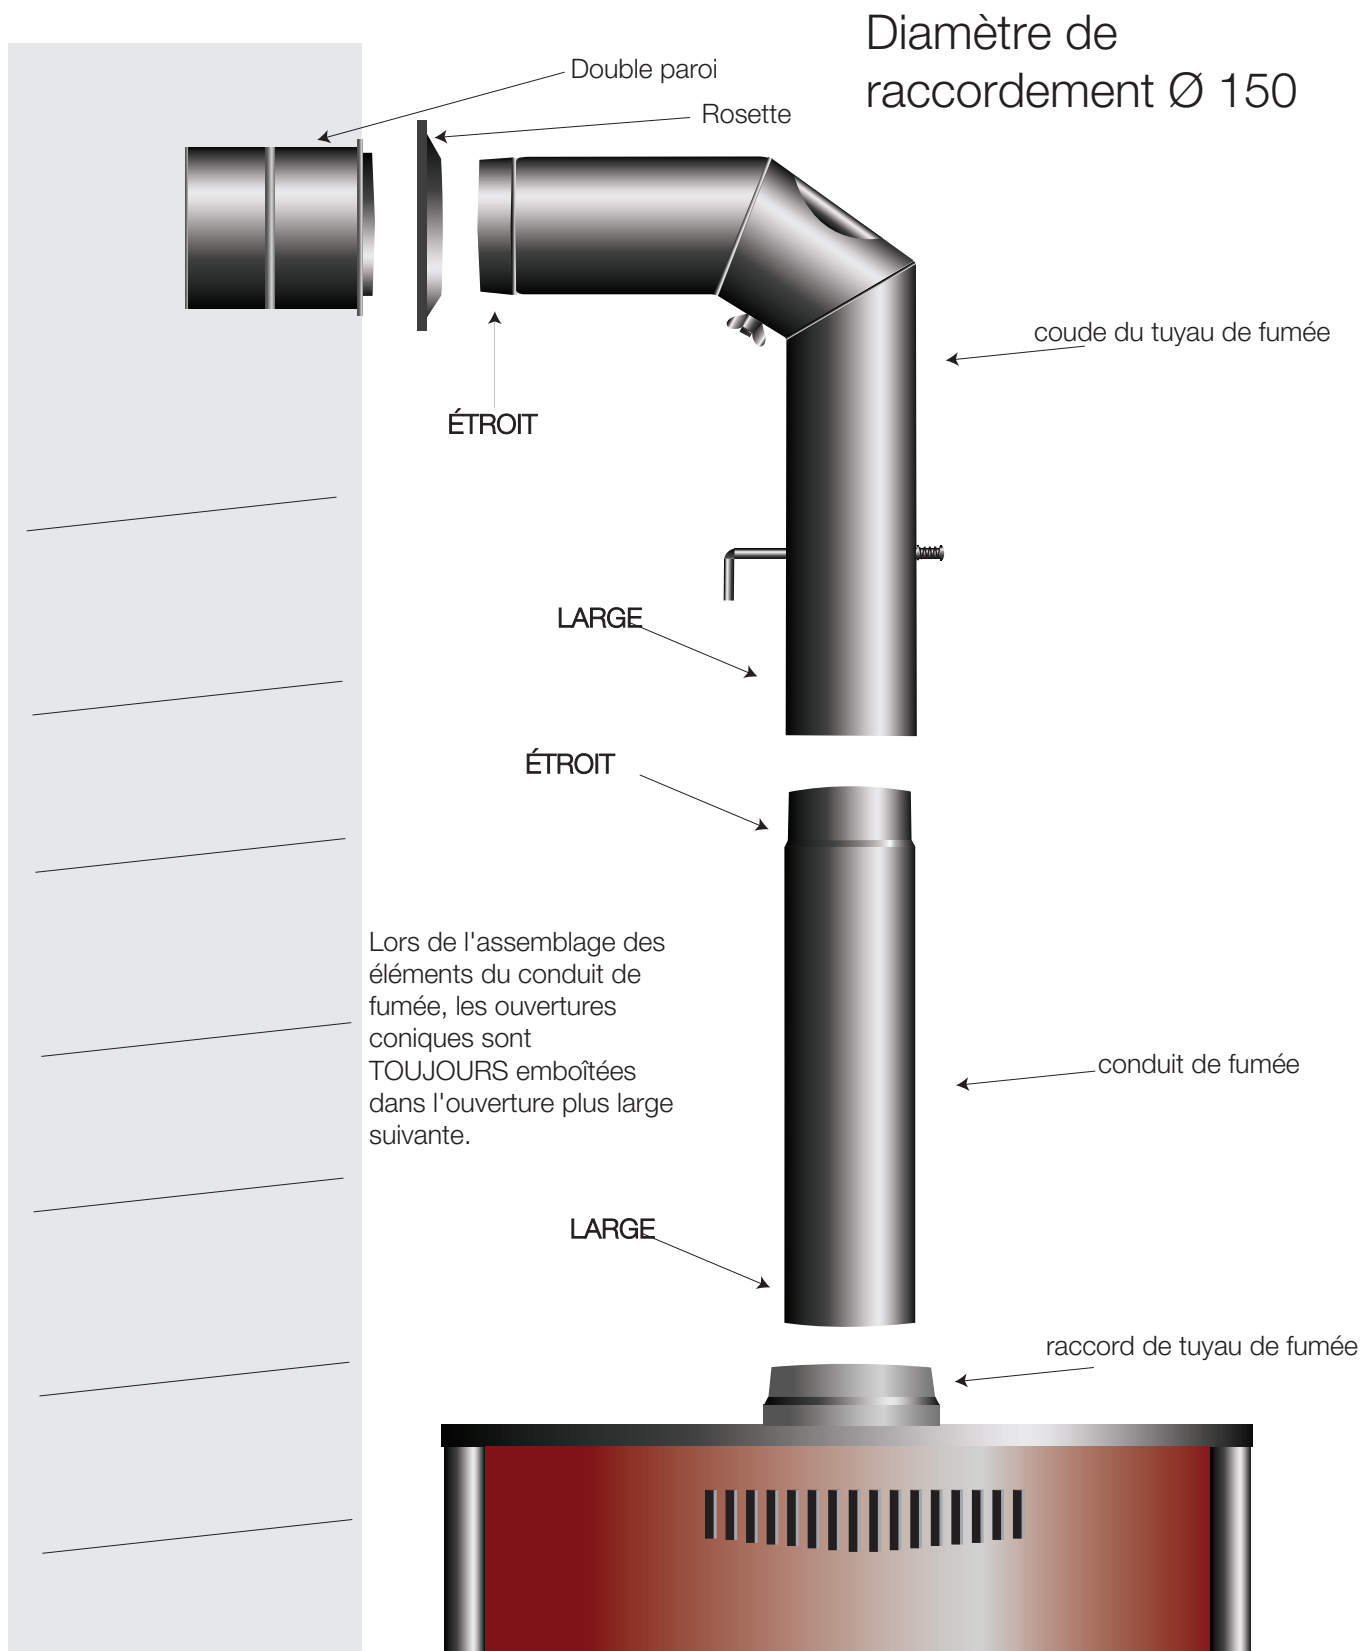

Figure 2 Raccordement du poêle à bois à la cheminée
3. Figure 2 Raccordement du poêle à bois à la cheminée	Page 6